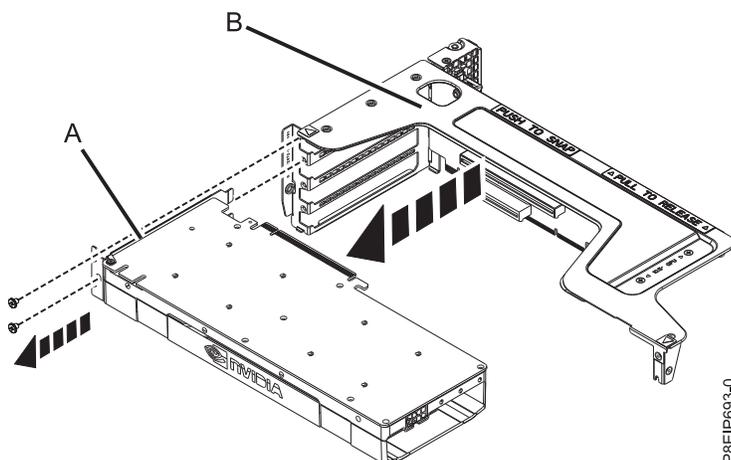

Abbildung 25. Grafikprozessor aus Riserkarte ausbauen
- f. Ziehen Sie den Grafikprozessor (A) aus der Riserkarte für PCIe-Adapter (B) heraus (siehe Abb. 25).